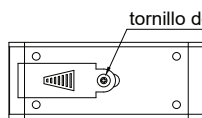

Fig.1
- Afloje el tornillo de bloqueo de la tapa de la batería (Fig.1).